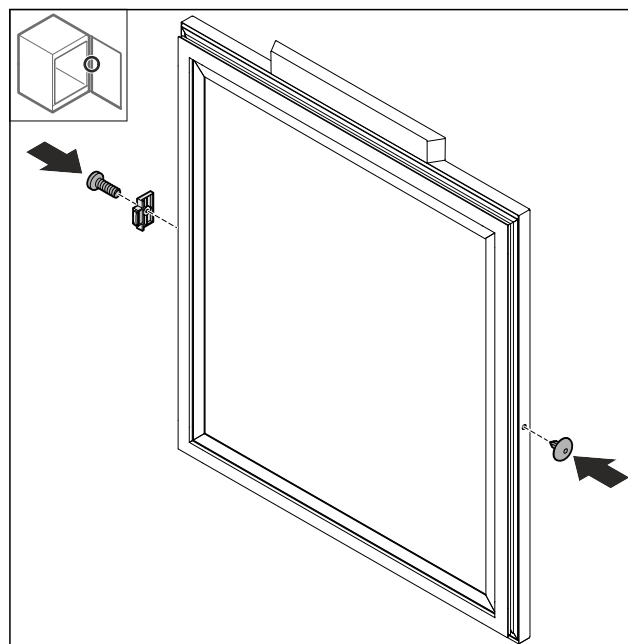

Fig. 16
- Deurstopper Fig. 16 (1) 180° draaien en op de tegenoverliggende zijde monteren.
- Afdekking Fig. 16 (2) aan de tegenoverliggende zijde plaatsen.